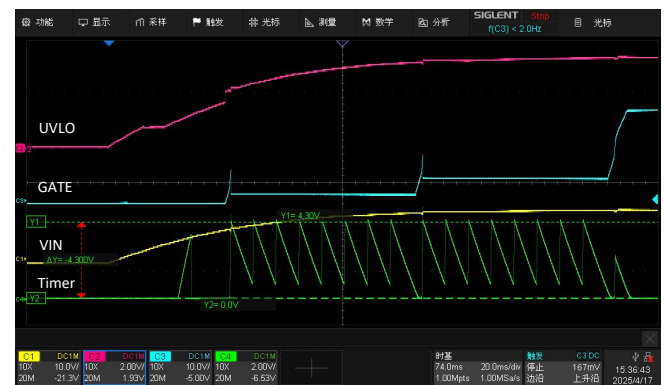
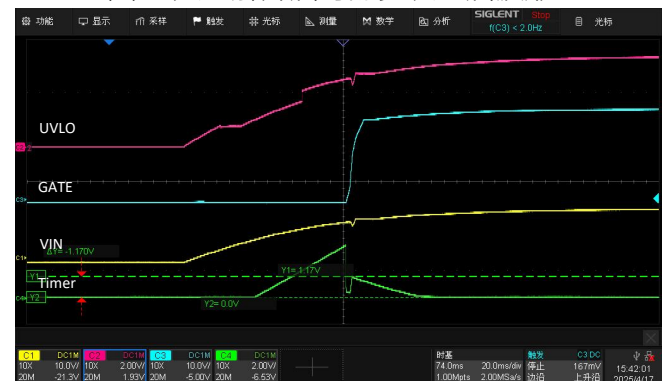

图17 大电解开启时的多次重启波形
图18 Fault time时间加长后的一次启动波形
6.5.2 在负载电容较大的情况下，由于限功率的原因，在固定的Fault time时间内，电解电容未能一次充满电，导致在启动时出现反复重启的现象，如图17所示。主要解决方案有两个，一个是讲Fault time的时间延长，一种是在安全的范围内将功率限制调大。如图18为Fault time时间加长的波形。